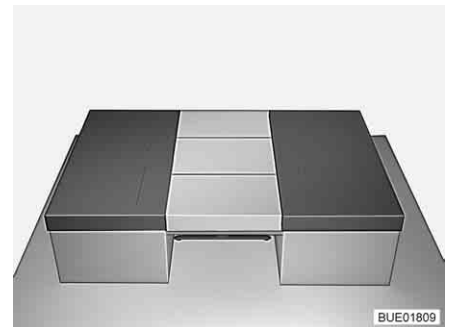

Fig. 93 Después de la transformación
- Colocar tres de los cojines de respaldo en la mesa (véase Fig. 93).